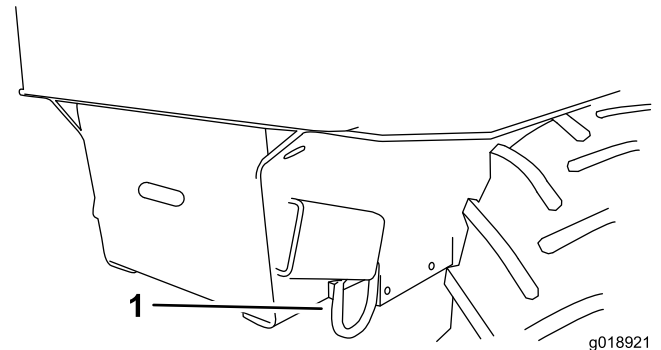

Figura 21
9. Sujete la parte delantera de la máquina al remolque usando cadenas y un tensor. Utilice el orificio de amarre delantero (Figura 21) para sujetar la máquina.